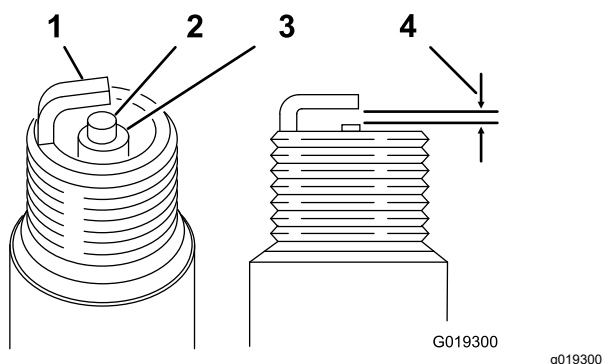

Рисунок 33
Зазор: от 0,70 до 0,80 мм; см. Рисунок 33
4. Отрегулируйте зазор в пределах от 0,70 до 0,80 мм, как показано на Рисунок 33.